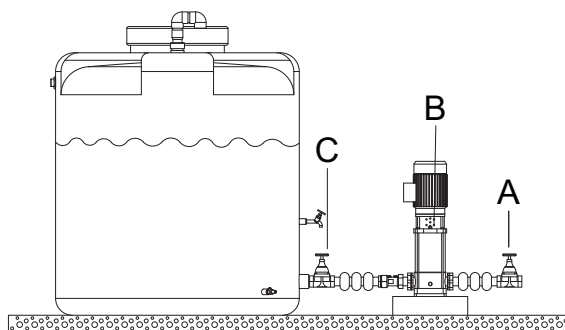

Figure 6: Circuit fermé
7.3.1 En circuit ouvert ou fermé avec une pression d'alimentation suffisante (voir figure 6 Circuit fermé)